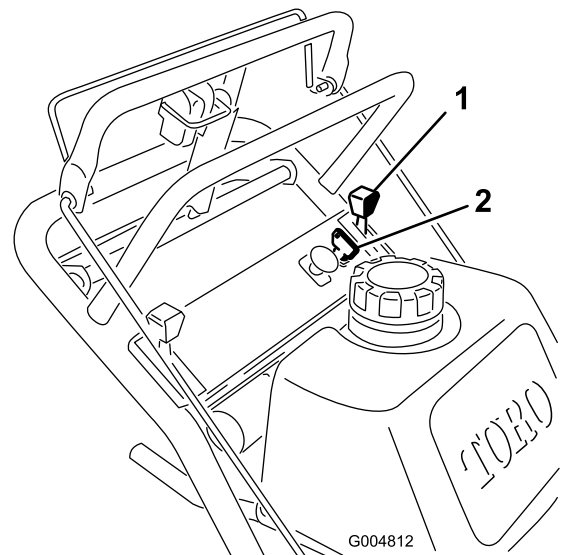

Bild 8
1. Stellen Sie den Gasbedienungshebel auf **Langsam** (Bild 8).
3. Drehen Sie den Zündschlüssel auf **Aus** (Bild 8).